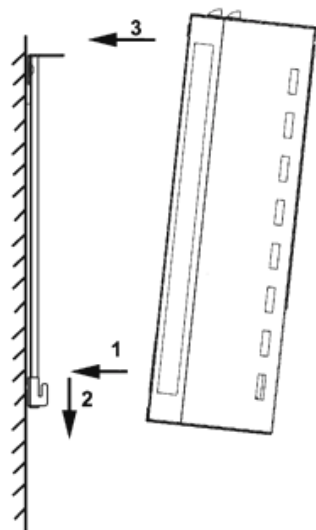

Fig. 5
- Colgar la estufa en los ganchos en la parte de abajo y colocar la estufa dentro del soporte y fijar usando los 2 tornillos M5 x8. (Fig 5.) (Los que retiró en parte 1)